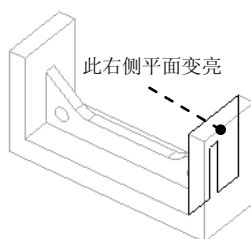

图 2.3.17 操作过程（四）
(5) 此时模型中图 2.3.17 所示的参考平面变亮，在弹出的 **PROMPTS (提示)** 菜单中，选择 **Single (单一)** → **Done/Return (完成/返回)** 命令，然后输入提示信息 bottom_plane，按回车键。